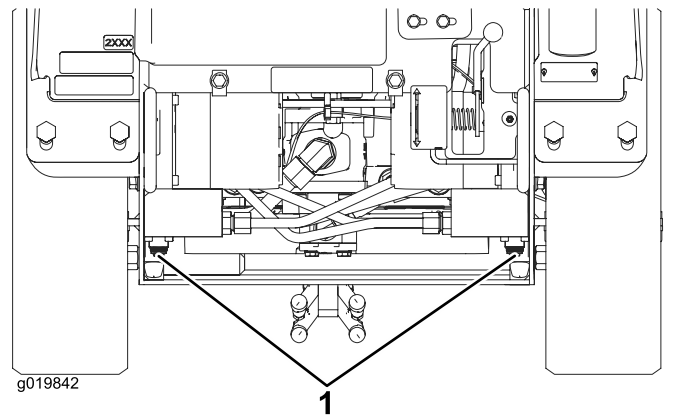

Bild 21
4. Drehen Sie die Schleppventile an den Hydraulikpumpen mit einem Schraubenschlüssel zweimal nach links (Bild 21).